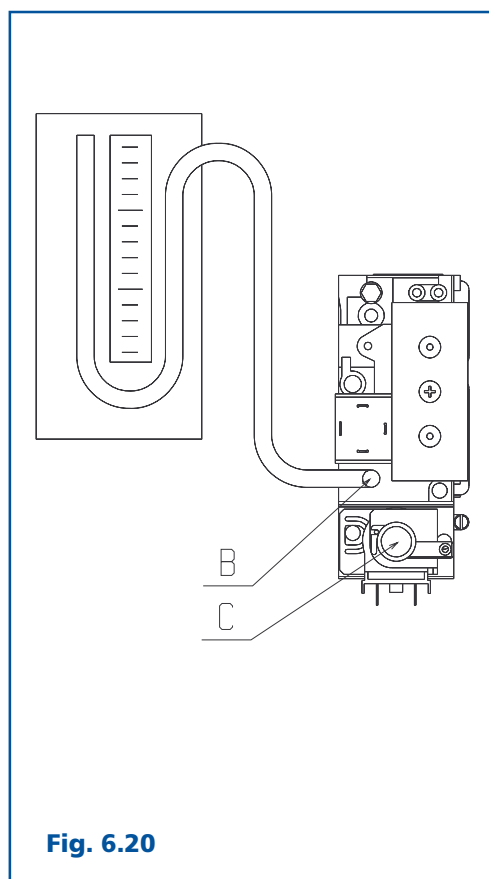

Fig. 6.20
6.5 Taratura delle pressioni al bruciatore, verifiche preliminari (Fig. 6.20)
Per effettuare taratura e verifiche è indispensabile munirsi di misuratore di pressione (a colonna d'acqua o digitale) cacciavite a taglio medio e chiavi a tubo dell'8 e del 10 mm. Procedere come di seguito descritto (fig. 6.20):